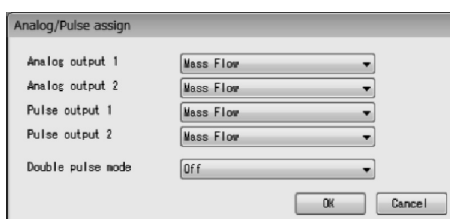

図30
- ① メニューの「Setup(S)」をクリックし、「Outputs」のドロップダウンリストの中から、「Analog/Pulse Assign」を選び再度クリックします。
- ② 次のウィンドウ(図30)が表示されます。ここではアナログ出力1, 2及びパルス出力1, 2の割付け(アサイン)を行います。